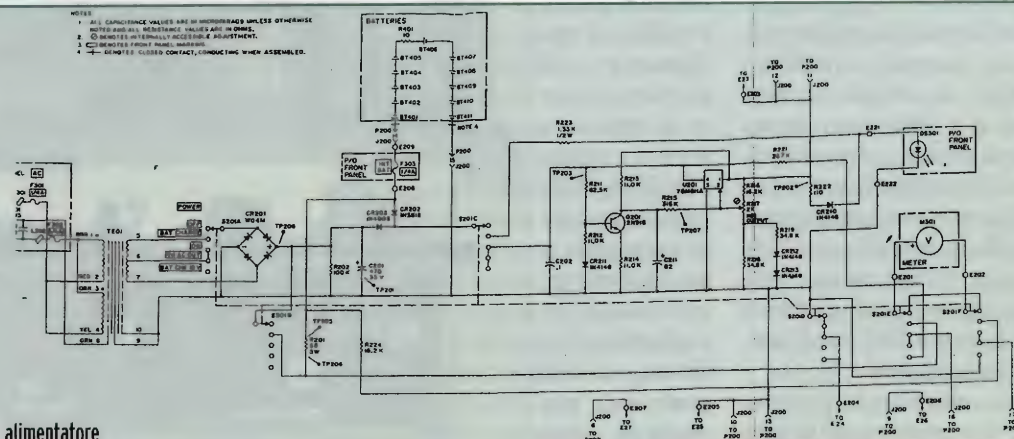

figura 4: alimentatore
Per ultimo, l'alimentatore fornisce il +9.000 Vcc o da rete 47-427 Hz 115V o da batteria interna ricaricabile (11 elementi da 1.2V – il funzionamento va da 11 a 13.2V) **figura 4**. Prima di proseguire è opportuno ricordare che per i segnali sinusoidali il valore medio (AVG), il valore efficace (RMS), il valore di picco (P), il valore picco-picco (P-P) sono correlati come dalla **tabella 1**, mentre il fattore di cresta è uguale al rapporto tra valore di picco e valore efficace. Il particolare tipo di rivelatore di questo apparato, con tutta la circuiteria che precede e segue, rendono la risposta molto più precisa che nei voltmetri a valore di picco o valor medio meno sofisticati di questo. Infatti questi danno risultati corretti se il segnale è sinusoidale puro, ma danno valori più alti se il fattore di cresta del segnale è minore di 1.4 e più bassi se maggiore di 1.4 (rammentando che il fattore di cresta di un segnale sinusoidale vale 1.414 come da specchio); nel primo caso avremmo una pseudo mezza sinusoide grassottella e bassotta, nell'altro caso una asciutta e lanciata in funzione della fondamentale, delle armoniche e della loro correlazione di fase. Il nostro rivelatore quasi – RMS supera brillantemente queste caratteristiche quasi umane consentendo accurate misure con fattori di cresta compresi tra 1 e 2.25 e con distorsione armonica totale del 10% purchè ogni singola armonica non ecceda il 5%.